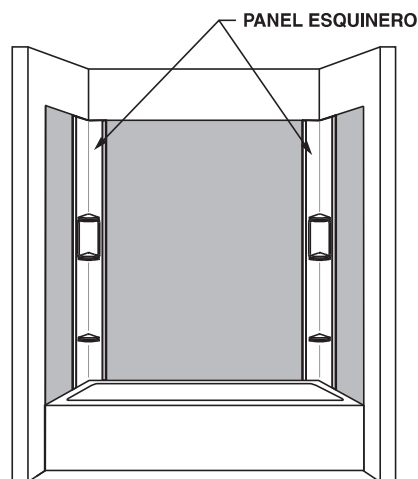

Ilustración 4
- Para medir y cortar con precisión el panel posterior para la alcoba, monte a seco ambos paneles esquineros a escuadra en las esquinas de la alcoba y fíjelos con cinta. **Vea la ilustración 4.**